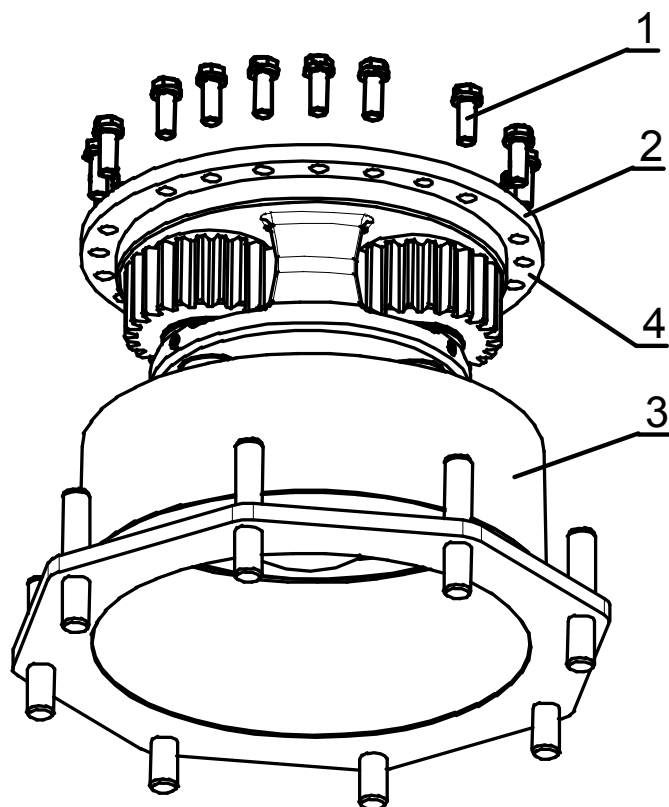

Рис.5.13
1) отверните болты (1), (рисунок 5.13), крепления водила (2) и корпуса (3);
2) вверните, болты, в демонтажные отверстия М14 в водиле (2), (рисунки 5.13), и, с их помощью, выпрессуйте корпус (3);
3) при повреждении паронитовой прокладки (4), (рисунки 5.13), замените её;